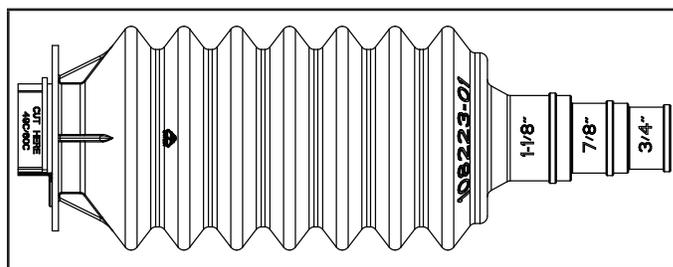

FIGURE 3. Manchon de connexion du jeu de conduites
- 2 - Déterminez la taille de la conduite d'aspiration du réfrigérant. Pour les conduites d'aspiration de 7/8 po ou 1-1/8 po, coupez l'extrémité la plus petite du manchon de connexion du jeu de conduites le plus grand de manière à pouvoir accueillir les conduites de réfrigérant (voir figure 3).
REMARQUE – Pour les tailles 49C et 60C, coupez la section marquée sur le manchon de connexion du jeu de conduites (voir figure 3).